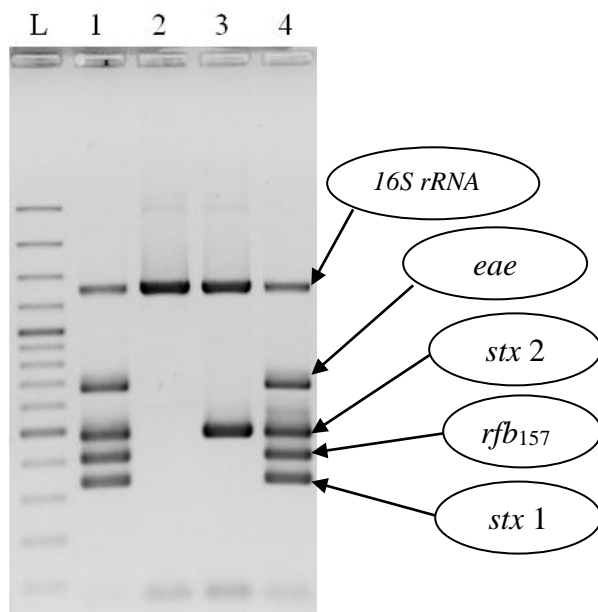

Рис. 1. Пример проведения ПЦР с праймерами «Мульти-O157»
Положительный контрольный образец ДНК. Сигнал от положительного контроля виден как пять фрагментов следующих размеров: 1250 п.н. (ген *16S rRNA*), 690 п.н. - (*eae*-ген), 480 п.н. - (*stxII*-ген), 400 п.н. - (*rfb*-ген), 330 п.н. - (*stxI*-ген) (рис. 1).
- при наличии в пробе анализируемого образца ДНК, не менее, чем из **1000 м.к.** возбудителя геморрагического колита в геле должны наблюдаться четыре красно-оранжевые флюоресцирующие полосы специфических фрагментов ДНК размером 690 п.н. - (ген *eae*), 480 п.н. - (ген *stx2*), 400 п.н. - (ген *rfb*) и 330 п.н. - (ген *stx1*), а также флюоресцирующая полоса, соответствующая фрагменту 1250 п.н. гена *16S rRNA* (внутренний контроль) (рис. 1);